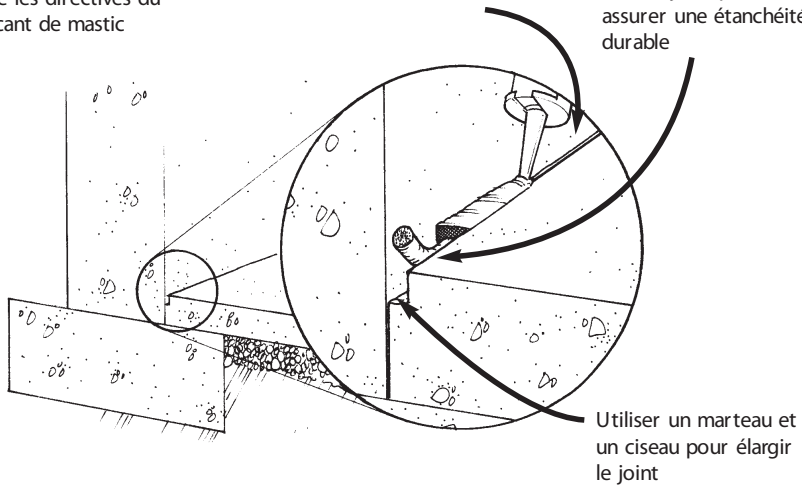

Figure 3 ↑
- Sceller le joint de dilatation entre les murs de la fondation et le plancher du sous-sol. Il existe plusieurs possibilités pour sceller ce point d'infiltration potentielle du radon. Prenez bonne note de l'importance capitale d'une préparation adéquate des surfaces à sceller pour obtenir une étanchéité parfaite et durable (voir figure 3 sur la page 24).